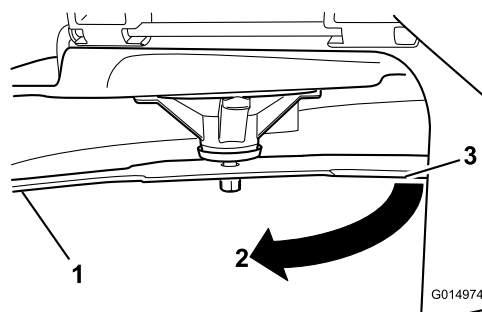

Figure 54
4. Tournez la même lame de 180 degrés pour amener l'autre tranchant à la même position (Figure 54).